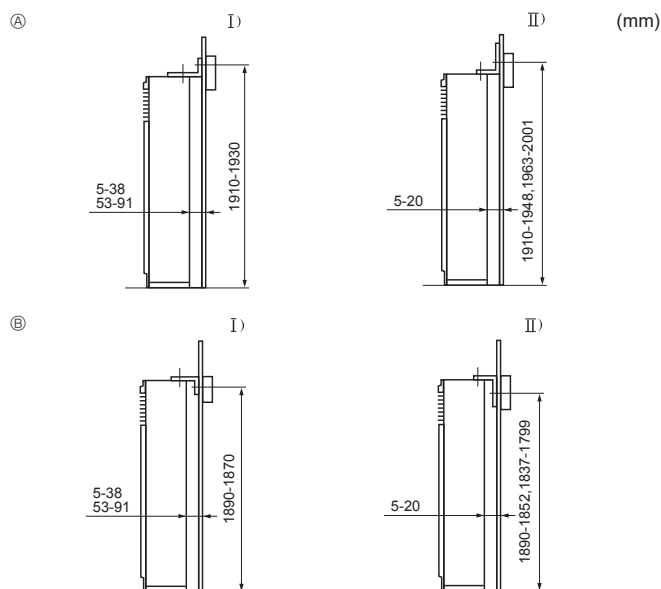

Fig. 3-3
- ① Suporte de prevenção de queda
O suporte de prevenção de queda ① é fixado na face superior da unidade. Retire os parafusos de derivação ② e instale o suporte como indicado na ilustração. Quanto às distâncias apropriadas para a instalação, consulte a Fig. 3-3.
3.3. Montagem do suporte de prevenção de queda (Fig. 3-3)